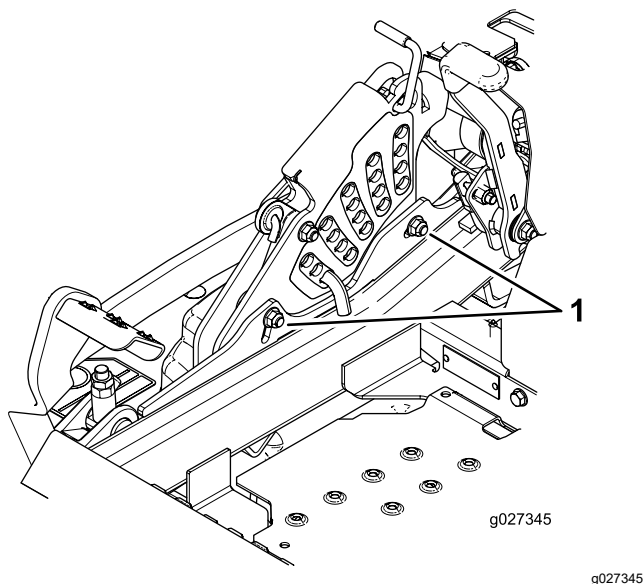

Figure 102
11. Pour régler le système monopoint, desserrez les 2 boulons au bas de la plaque de hauteur de coupe (Figure 102).
13. Serrez les 2 boulons au bas de la plaque de hauteur de coupe (Figure 102).